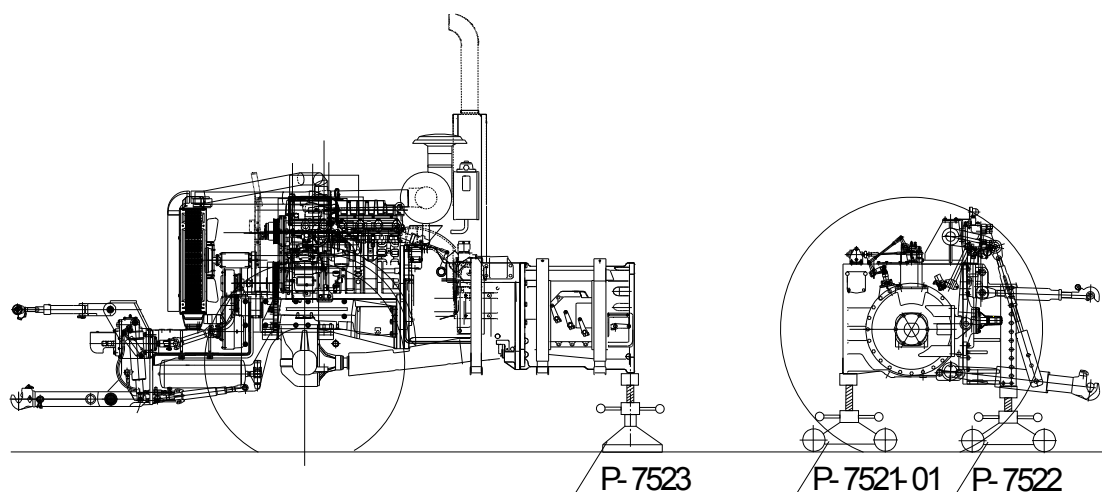

Рис.4.9 Демонтаж заднего моста.
20) установите опору стационарную Р-7523 под корпус коробки передач до полного контакта, (рисунок 4.9);
21) установите опору заднюю Р-7522 под кронштейн задней навесной системы, (рисунок 4.9);
22) установите опору винтовую Р-7521-01 под корпус заднего моста, (рисунок 4.9);